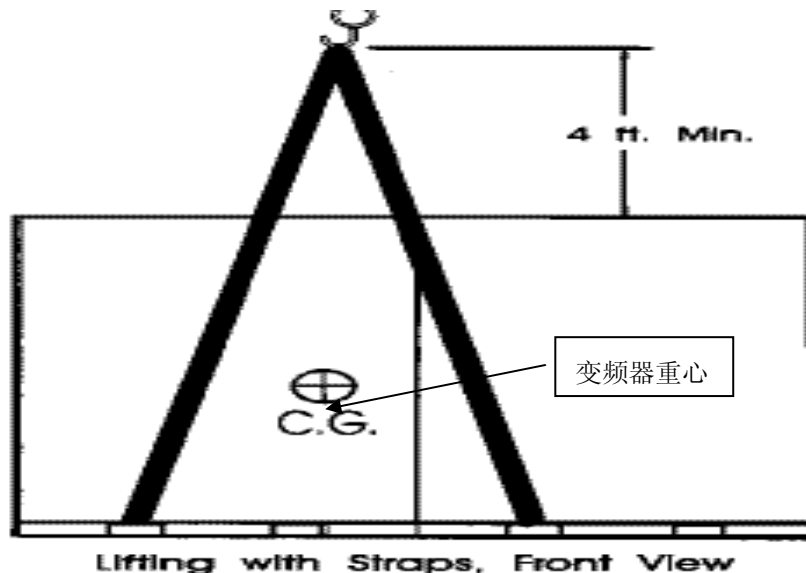

图8-1 钢绳吊装时注意变频器的重心
- **吊车或倒链葫芦提升** – 最好的办法是用绳子穿过底孔，用吊车提升，如图8-1。关键是绳子的长度和强度。绳子必须足够长，保证吊钩至少距柜顶4英尺以防止使柜体变形。如距离不够，必须使用加强筋。绳子的强度必须能支撑图纸注明的重量（或第一章估计的重量）。